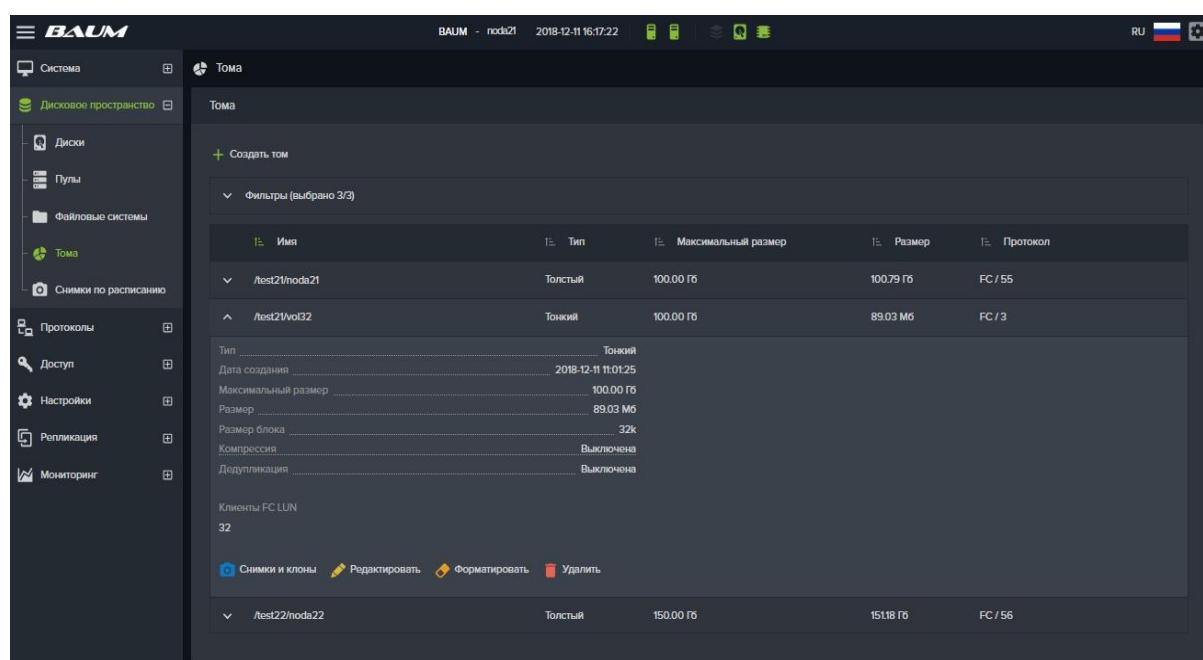

Рисунок 89. Панель свойств тома
- Перейдите на вкладку меню «Дисковое пространство» → «Тома» либо «Файловые системы» (см. Рисунок 89);
2. Выберите нужный том в списке, развернув его панель свойств и нажмите на кнопку «Снимки и клоны» (см. Рисунок 89);
- Выберите нужный том или файловую систему в списке, развернув его панель свойств и нажмите на кнопку «Снимки и клоны» (см. Рисунок 89);